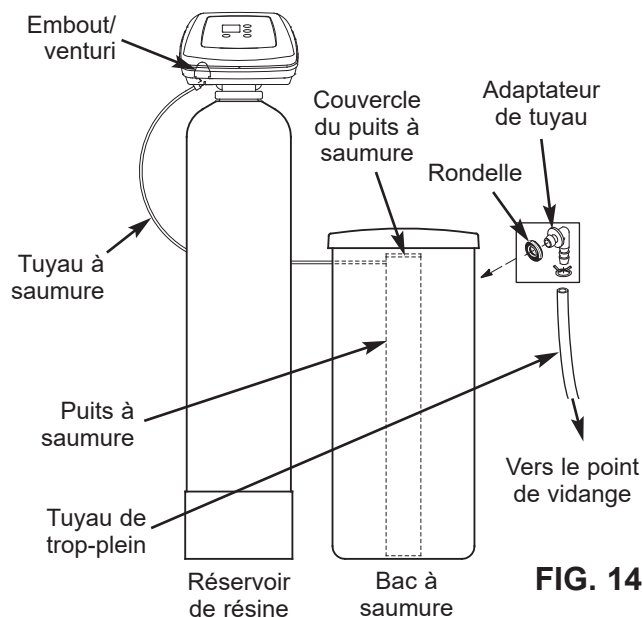

FIG. 14
- Insérez la rondelle en caoutchouc dans le trou de 19 mm (3/4 po) de diam. de la paroi latérale du réservoir de sel (cf. Figure 14).